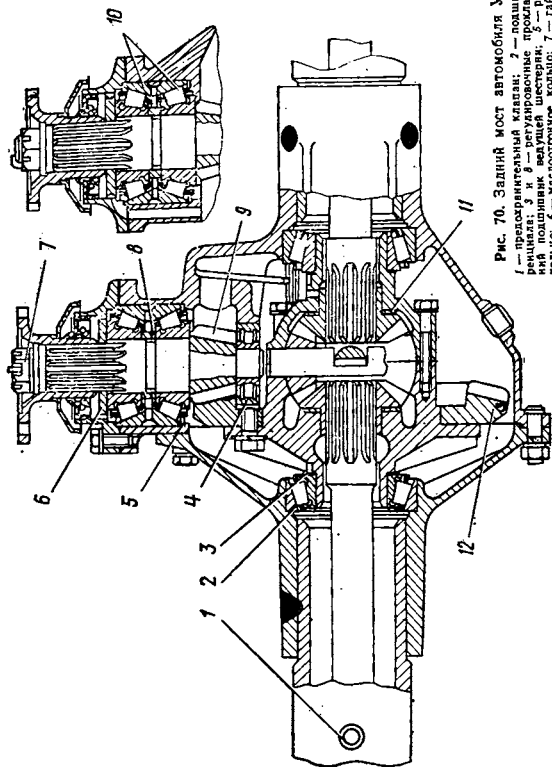

Рис. 70. Задний мост автомобиля УАЗ-469Б:
Картер заднего моста (рис. 70) разъемный в вертикальной плоскости, состоит из двух частей, соединенных болтами.
**Регулировку подшипника ведущей шестерни** главной передачи проводите подбором толщины пакета прокладок 8 (рис. 70) и затяжкой гайки 7. Подшипник должен иметь такой предварительный натяг, чтобы осевое перемещение ведущей шестерни отсутствовало, а шестерня вращалась рукой без большого усилия.
В случае необходимости перемещение ведущей шестерни осуществляйте изменением толщины регулировочного кольца 5 (рис. 70). При этом регулировка сдвоенного конического подшипника не нарушается.